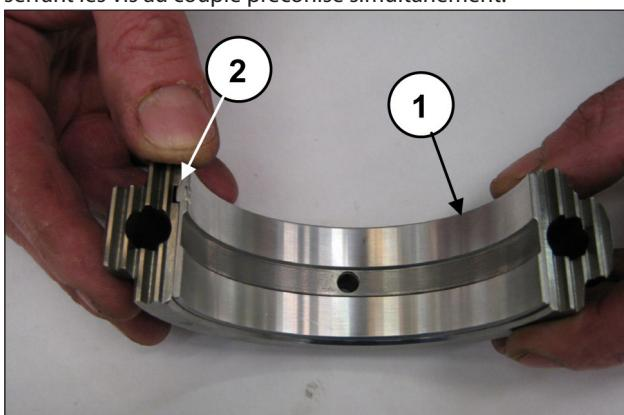

Fig. 69
Monter les demi-coussinets inférieurs sur les chapeaux (rep. ①, Fig. 69) en s'assurant que la languette de repère des demi-coussinets se trouve dans son logement sur le chapeau (rep. ②, Fig. 69).